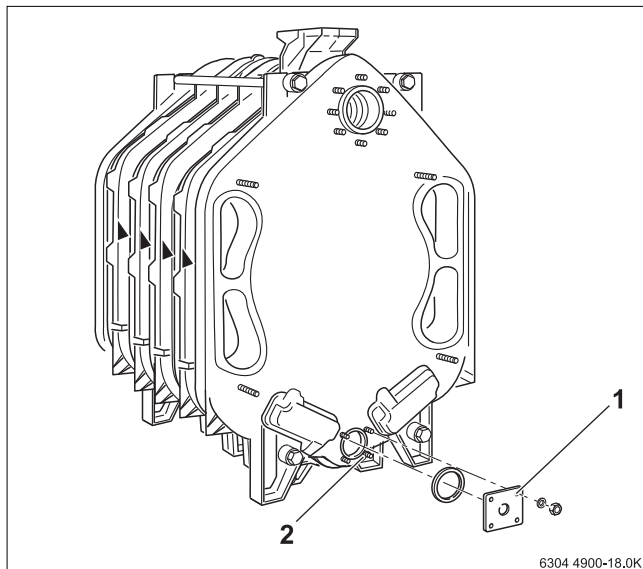

Рис. 23 Установка фланца
- ▶ Слейте воду через кран для наполнения и слива (→ рис. 23, [1], стр. 17) перед подключением водяного контура или при негерметичности ниппельного соединения.